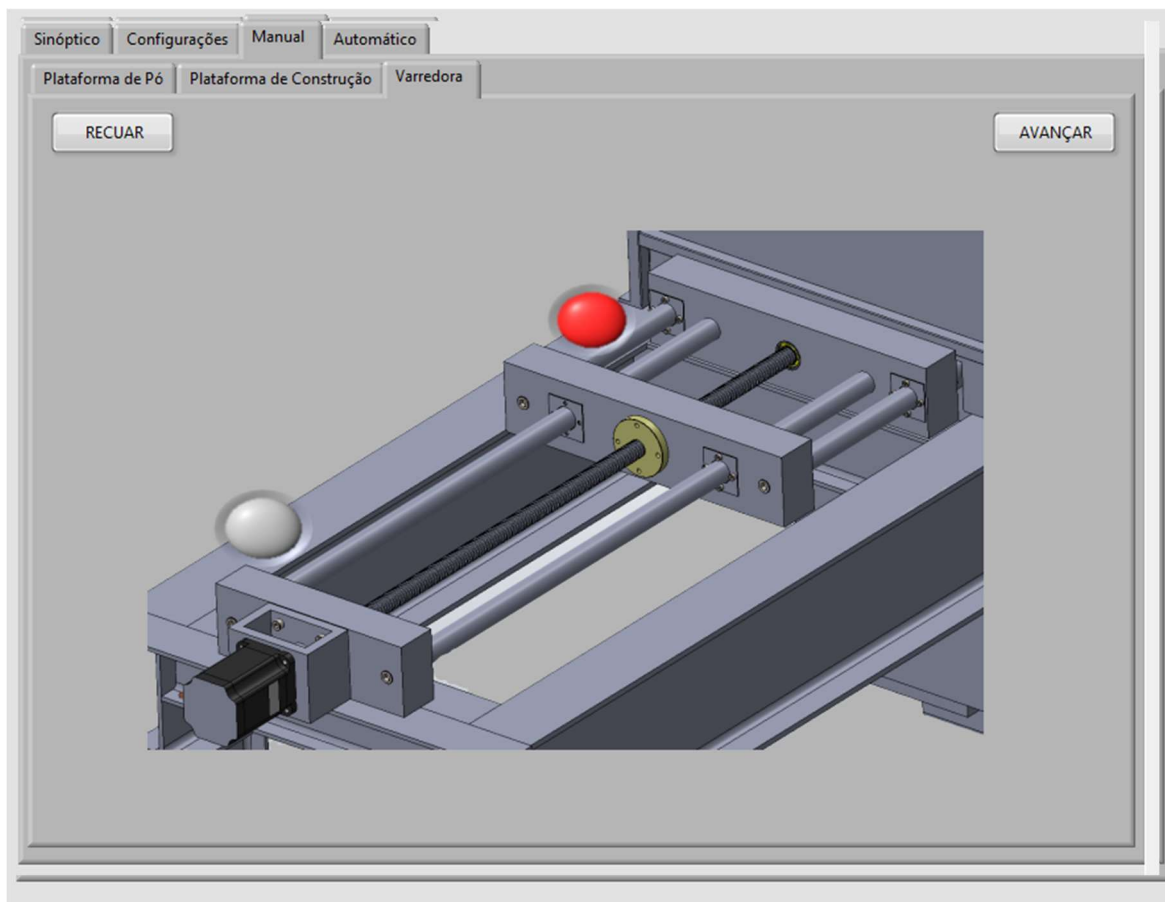

Figura 65 – Subida e descida das mesas no software LabView
- i. Selecionar a página da plataforma que se tenciona operar “Plataforma de Pó” ou “Plataforma de Construção” (Figura 65)